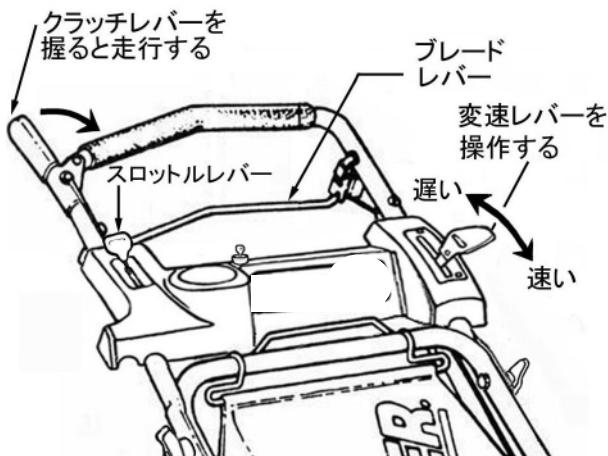

図 4-5
エンジンを止める時はブレードレバーを放します。(図 4-5)
② 走 行
2. クラッチレバーを握ると芝刈機は前進します。クラッチレバーを放すと、芝刈機の前進が止まります。芝刈機の速度は走行中いつでも変速できます。下り坂の時は低速にセットし、エンジンブレーキを使用します。（図 4-5）